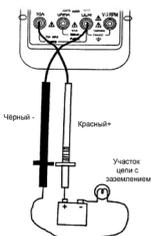

Рис. 1
- Выберите с помощью кнопки $\blacktriangleright\text{||}$ / \sim режим измерения постоянного (DC) или переменного (AC) тока.
- Подключите щупы последовательно к цепи в соответствии с рис. 1.